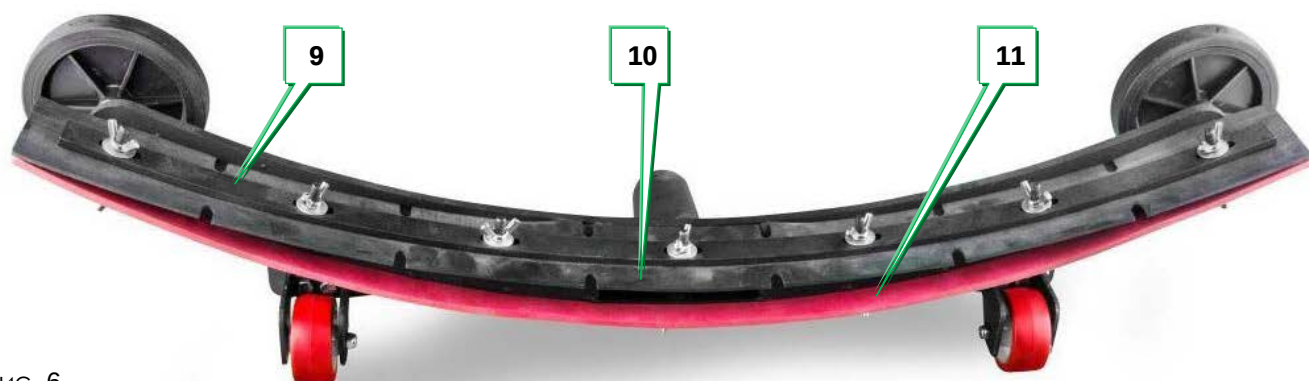

рис. 6
1. **Очистка водосборной балки** (рис.5 и рис.6): снимите с её патрубка наконечник вакуумного шланга (рис.5 поз.8), ослабьте барашки (рис.5 поз.2) и снимите насадку. Аккуратно очистите насадку, чтобы не повредить, резиновые лезвия (рис.6 поз.10 и 11), после чего установите насадку на место. Если выяснится, что рабочие кромки резиновых лезвий изношены, лезвия нужно перевернуть или заменить новыми. Для этого открутите барашки (рис.5 и рис.6 поз.4) уберите металлические пластины-держатели (рис.5 поз.3 и рис.6 поз.9) и снимите лезвия. Переверните их таким образом, чтобы рабочими стали неизношенные кромки. Если изношены обе кромки лезвия, оно подлежит замене. Сборка насадки и всего узла производится в обратном порядке.
Элементы водосборной балки показаны на рисунках (рис.5 и рис.6):